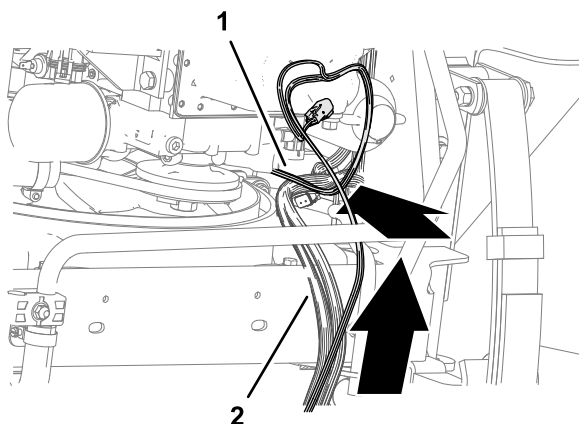

図 95
3. ラジエーターの裏側の下部で、ワイヤハーネスをマシンのワイヤハーネスに沿って上向きに配線します (図 95)。